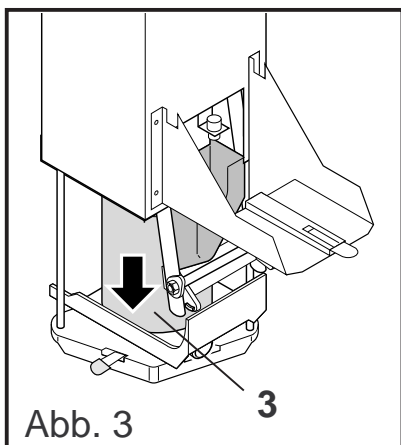

Abb. 3
- solange gedrückt halten, bis der Brühzylinder (3 ) vollständig geschlossen ist. (Abb.3)